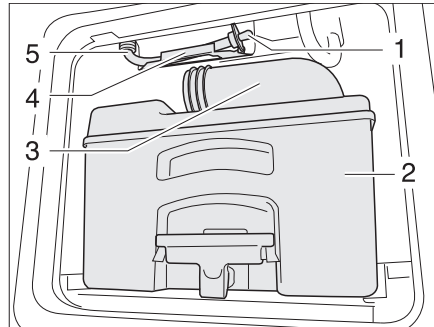

Fig. 268 Conduttura di scarico serbatoio dell'acqua toilette
- Svuotare e pulire la cassetta (Fig. 268,2) in un punto di smaltimento appositamente previsto.
- Far aprire i bocchettoni di scarico (Fig. 268,3).
- Prendere la condotta di scarico (Fig. 268,5) dal supporto (Fig. 268,4).
- Togliere il tappo di scarico (Fig. 268,1) e far defluire l'acqua residua.